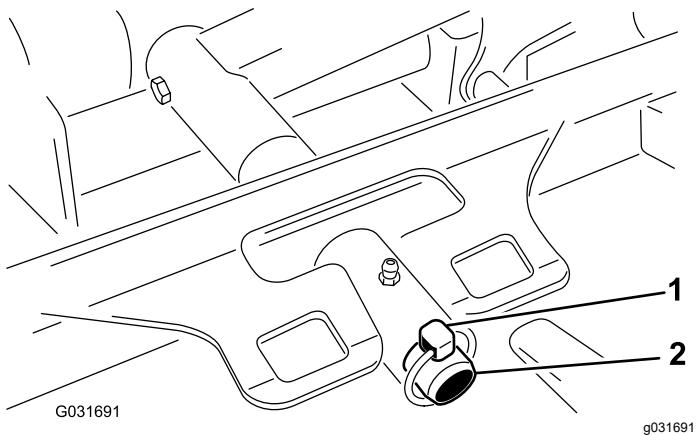

図 13
3. デッキのキャリアフレームを昇降アームのピボットピンに固定しているリンチピンを外す図 13。